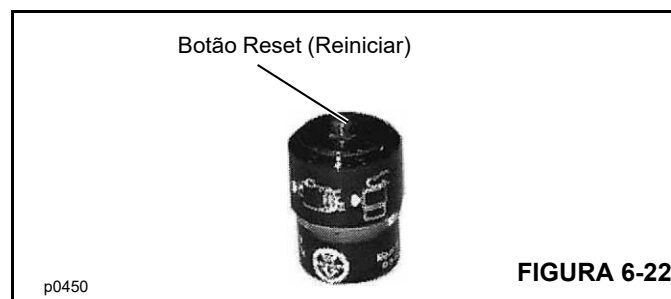

FIGURA 6-22
5. Zere o indicador de obstrução do filtro de ar pressionando o botão Reset (Figura 6-22).